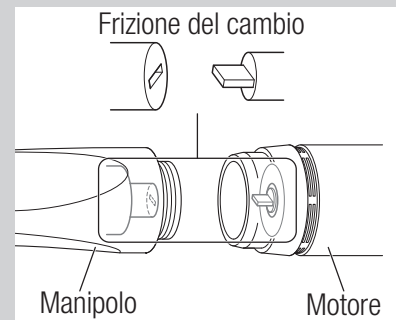

Fig. 5
- Quando si collega il manipolo al motore, l'avvitamento potrebbe diventare improvvisamente eccessivo. Ciò è dovuto ad un disallineamento dell'innesto della trasmissione del motore del manipolo a motore. In tal caso, il serraggio forzato della vite provocherà la rottura del motore. Allentare la vite, ruotare il mandrino del manipolo o la fresa per allineare l'innesto della trasmissione del motore, quindi serrare nuovamente la vite (Fig. 5).